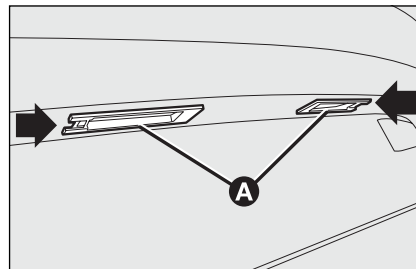

fig. 34
- verwijder het lampenglas **A-fig. 34** op het door de pijlen aangegeven punt;